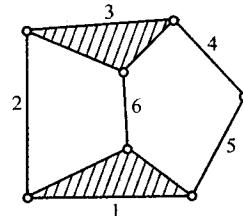

图1-1 题1.1.3图
1.1.3 在图1-1的平面运动链中,若构件1为机架,构件5为原动件,则成为_____级机构;若以构件2为机架,3为原动件,则成为_____级机构;若以构件4为机架,5为原动件,则成为_____级机构。